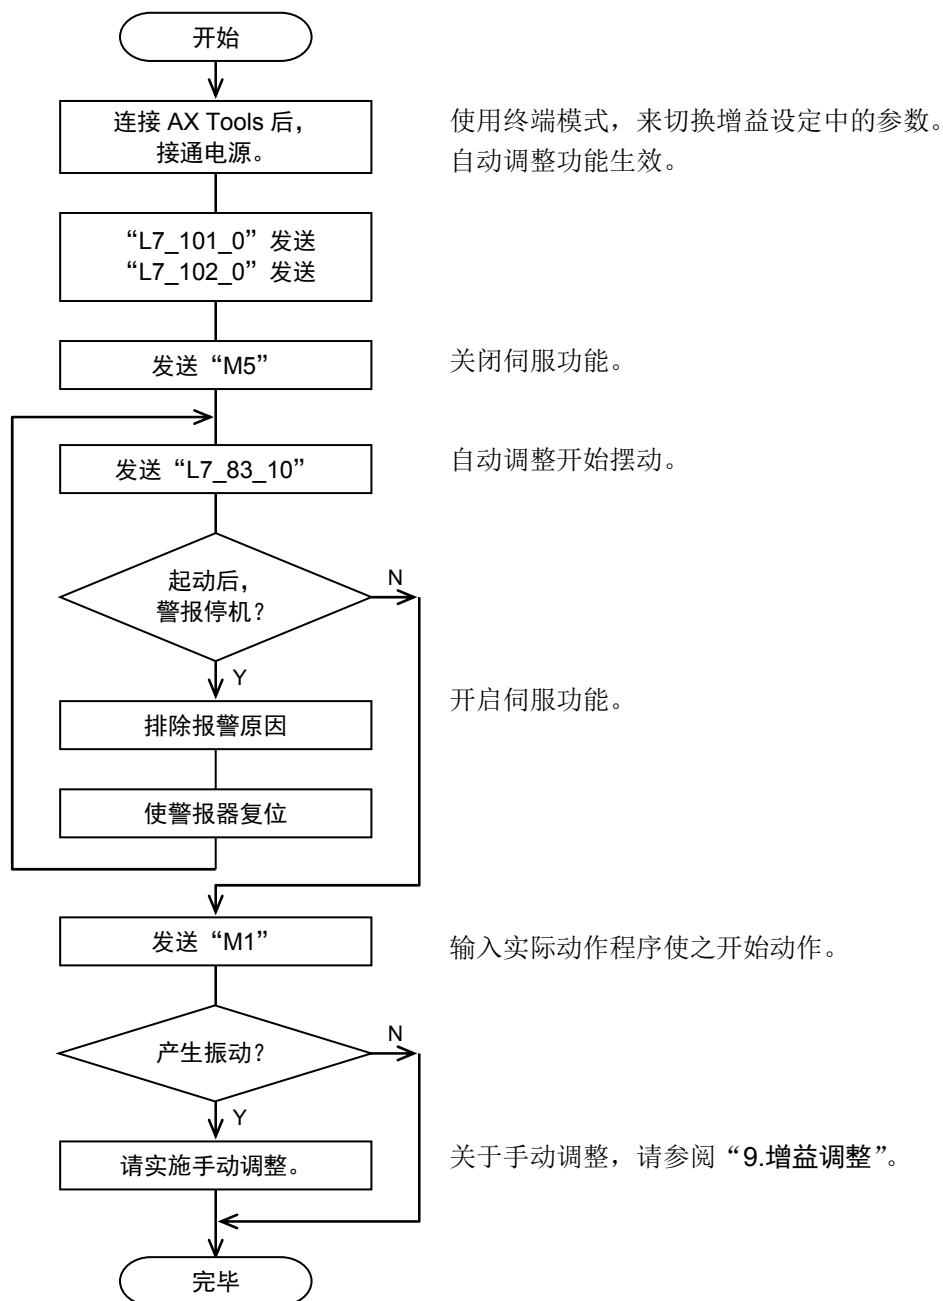

图 4.4 自动调整流程图
5) 按照图 4.4 的流程图执行自动调整操作。
① 关闭伺服功能。（发送 M5）
② 开始自动调整。（发送 L7_83_10）